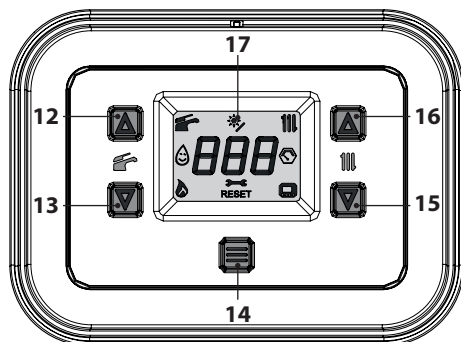
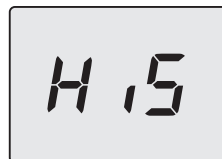
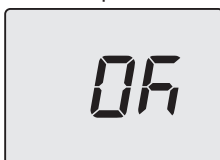

Figura 5.52
Figura 5.53
Figura 5.57
- Entrare in "modalità programmazione" premendo contemporaneamente per 5 secondi i tasti 13 e 15 (Figura 5.52) fino a far apparire sul display LCD le lettere **HiS** che indicano il menu "Storico delle caldaie" (Figura 5.53).
- Premere per 1 sec. il tasto 14 (Figura 5.52) per entrare nel parametro selezionato. Il display visualizzerà quanto segue (Figura 5.56).
- Premendo il tasto 14 (Figura 5.52) si ottiene la conferma del valore inserito. Il display visualizzerà per 5 sec. quanto segue (Figura 5.57) poi, si porterà al livello superiore.
- Premendo contemporaneamente i tasti 13 e 15 (Figura 5.52) si esce senza modificare il valore (ritorno al livello precedente).
- tenere premuti contemporaneamente i tasti 13 e 15 per 5 sec. (Figura 5.52) (ritorno al livello precedente).